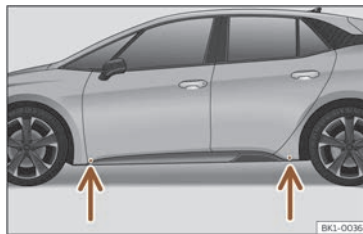

Fig. 201 Puntos de apoio do gato.
- Busque no traveseiro a marca do punto de apoio do gato (área afundida) máis próximo á roda que se vai cambiar >>> **fig. 201.**